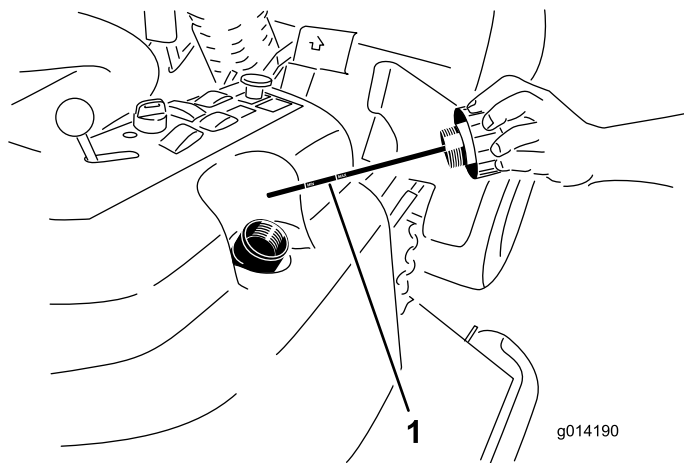

Figura 51
4. Retire el tapón de llenado de fluido hidráulico (Figura 51) del cuello de llenado.
5. Retire la varilla y límpiela con un paño limpio (Figura 51).
6. Introduzca la varilla a fondo en el cuello de llenado; luego retírela y compruebe el nivel del fluido (Figura 51).